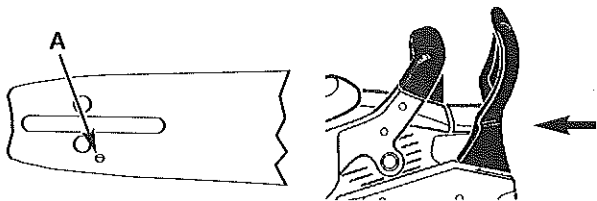
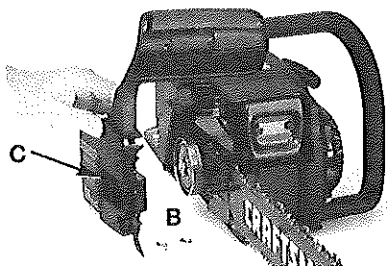
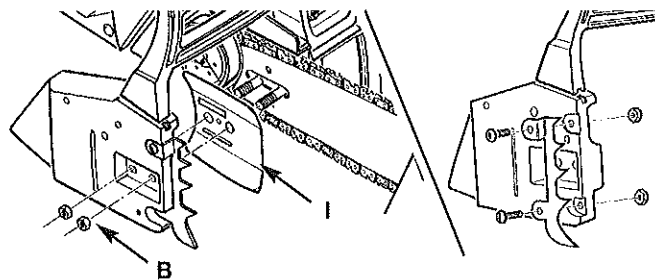
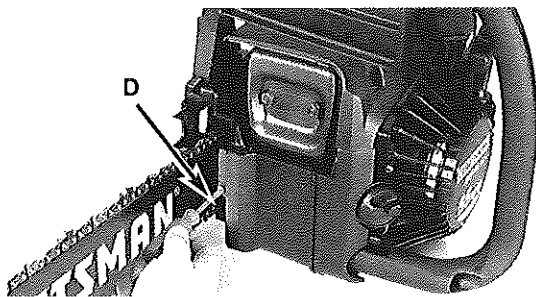

Fig. 21
Fig. 22
Fig. 27
Fig. 28
PRECAUCIÓN: Para asegurarse de que la barra y la cadena reciben aceite, use solo la barra original con el orificio de paso (A) ilustrado en la Fig. 21.
1. Cerciórese el Freno de Cadena® palanca es echada para atrás en la posición SOLTADA (Fig. 21). Quite la barra retener nueces (B, Fig. 22) con instrumento multiuso suministrado.
2. Quite la funda del freno de cadena (C, Fig. 22) y la placa de la guía exterior (I, Fig. 27) tirando hacia fuera (Fig. 22).
6. Reemplace la placa exterior de la barra (I) para que los lados curvados (superior e inferior) miren hacia fuera de la cadena (Fig. 27).
7. Instale la funda del Freno de Cadena (C, Fig. 27). Asegúrese de que la cadena no se sale de la barra. Instale las dos tuercas de la barra y siga las instrucciones de Ajuste de tensión de la cadena.
1. Afloje las tuercas de la barra (B, Fig. 27). Sostenga la punta de la barra hacia arriba y gire el tornillo de ajuste (D) hacia la derecha para aumentar la tensión de la cadena. Si gira el tornillo a la izquierda disminuirá la tensión de la cadena. Asegúrese de que la cadena se ajusta correctamente a la barra (Fig. 28).